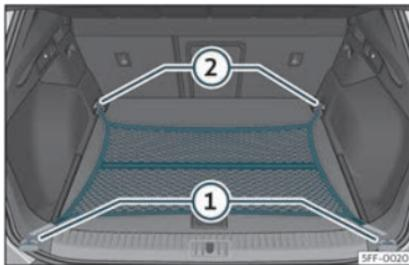

Fig. 116 Dans le coffre à bagages : sac pour filet accroché au niveau du plancher.
- Fixez les crochets du filet aux œillets d'arrimage ① et ② »» **fig. 116** »» . La fermeture à glissière du sac doit rester vers le haut.